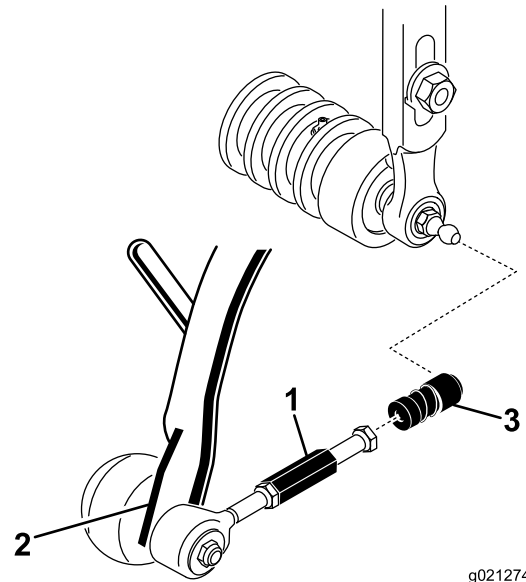

图10
3. 将各个球窝接头接收器的套管向后滑，然后将接收器挂到滚刀组球头螺栓上（图10）。